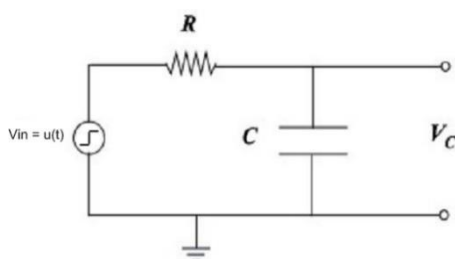

Figura 8: Circuito RC
1. Utilizando a placa de furos, monte o circuito RC mostrado na figura 8. Use  $R=10\text{ k}\Omega$ ,  $C=10\text{ nF}$  e como tensão de entrada um sinal quadrado de frequência  $\sim 500\text{ Hz}$  e  $V_{pp}=8\text{ V}$ .